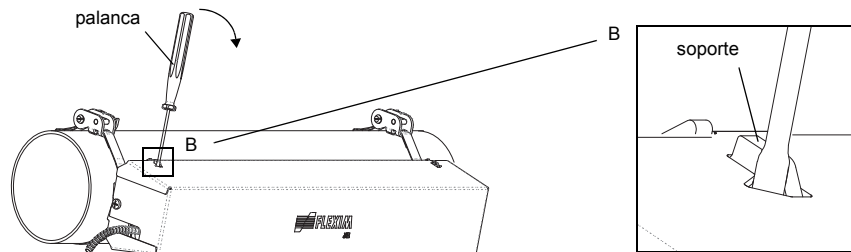

Fig. 9.48: Quitar la cubierta
- Introducir la palanca en uno de los cuatro orificios de la cubierta (véase Fig. 9.48).